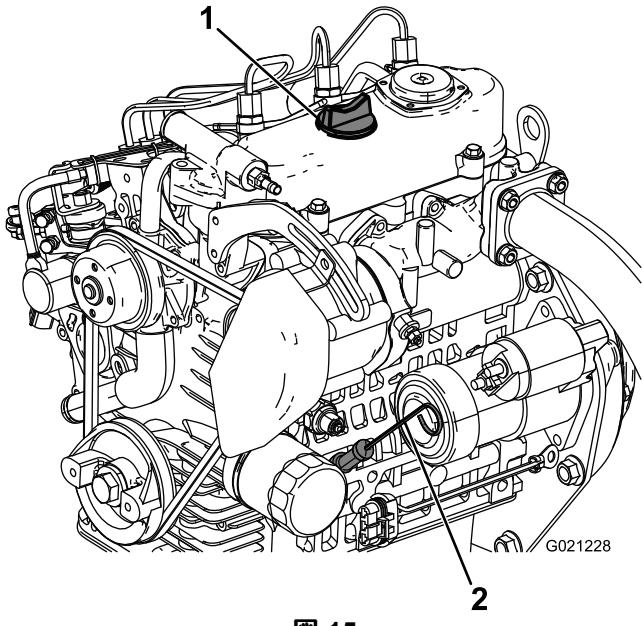

図 15
2. ディップスティック図15を抜きウェスで一度きれいに拭く。
3. ディップスティックを、チューブの根元までしっかりと差し込む図15。
4. ディップスティックをもう一度抜きとつてオイルの量を点検する図15。
5. オイルの量が不足している場合は、補給口のキャップ図15を取り、ディップスティックのFULLマークまで補給する。
6. ディップスティックをしっかりと差し込んで終了図15